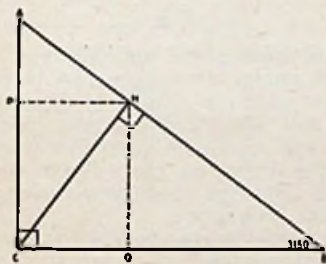

Fig. 11
1. Van de rechthoekige driehoek ABC zijn de rechthoekszijden AC en BC respectievelijk 3 en 4 cm lang. Uit het voetpunt H van de hoogtelijn uit C op AB, worden loodlijnen neergelaten op AC en BC, respectievelijk HP en HQ. Gevraagd het oppervlak van de rechthoek CPHQ (fig. 11).